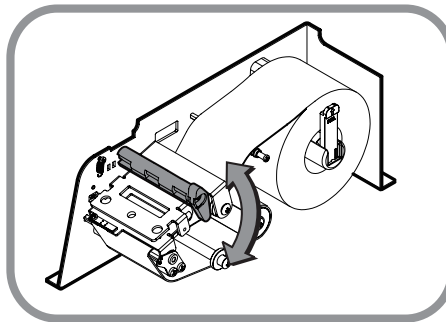

Рисунок 1.22 – Установка ленты этикеток для весов CL3000J
3. Выполните нижеприведенные действия (см. рисунок 1.22), руководствуясь описанием и рисунками. При первой установке ленты другого типа может потребоваться регулирование ее положения по горизонтали. Регулирование осуществляется с помощью пластмассовых и резиновых шайб, установленных на направляющих валах путем их перемещения по осям вала.